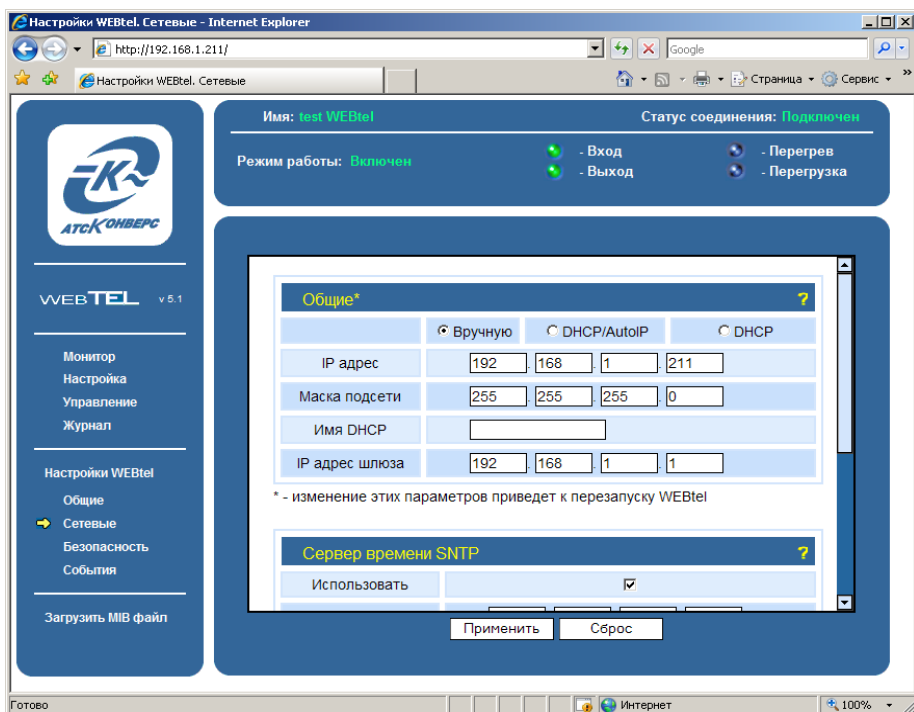

Рисунок 15 – Страница настройки сетевых параметров адаптера
7.8.1 Вход на эту страницу (рисунок 15) защищен паролем, аналогично п. 7.4.